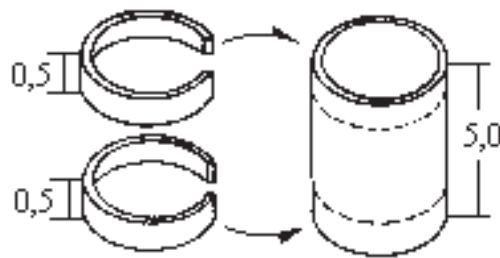

Fig.1
a) Corte um pedaço de 5 cm do cano de PVC e mais duas tiras de 0,5cm, que serão colocadas nas bordas do cano. Estas servirão como batentes para que as espiras não se soltem (Fig. 1).